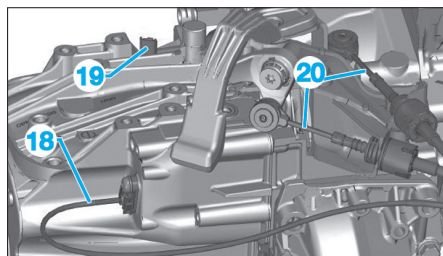

Fig. 70
- le dispositif de marche arrière (18) (**Fig.70**).
- Déconnecter le connecteur (19) du contacteur des feux de recul.
- Désaccoupler et dégraffer les câbles de commande de boîte de vitesses (20).